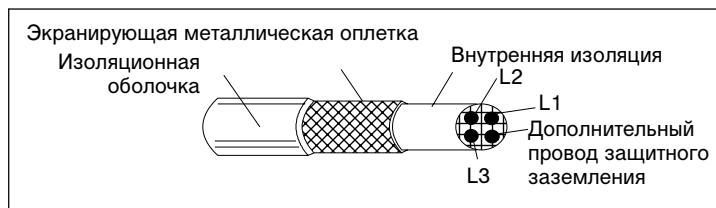

Рис. 8 Эффективное экранирование кабеля электродвигателя (например, кабели Ölflex-Servo-FD 780 CP, Lappkabel или MCCMK, NK).
Общим правилом эффективности экранирования кабеля является следующее: чем лучше и плотнее экран кабеля, тем ниже уровень излучаемых помех. Пример эффективной конструкции кабеля показан на Рис. 8.
* Требуется эффективное экранирование кабеля двигателя в соответствии с Рис. 8.
Для ACS 101-4K1-1 и ACS 103-4K1-1 требуется кабель, изображенный на Рис. 8.
При наличии входного фильтра ACS100-FLT-C или ACS140-FLT-C кондуктивные помехи не выходят за допустимые пределы для класса неограниченного распределения в первой окружающей среде, установленные стандартом EN 61800-3 (EN 50081-1), при условии что кабель электродвигателя имеет эффективный экран (см. Рис. 8) и длина кабеля не превышает 30 м.
Длина кабеля электродвигателя не должна превышать значений, указанных в Таблица 6, при этом кабель должен иметь эффективный экран, показанный на Рис. 8. Со стороны электродвигателя экран кабеля должен иметь 360-градусное заземление с помощью кабельной муфты ЭМС (например, экранированной кабельной муфты Zemrex SCG).